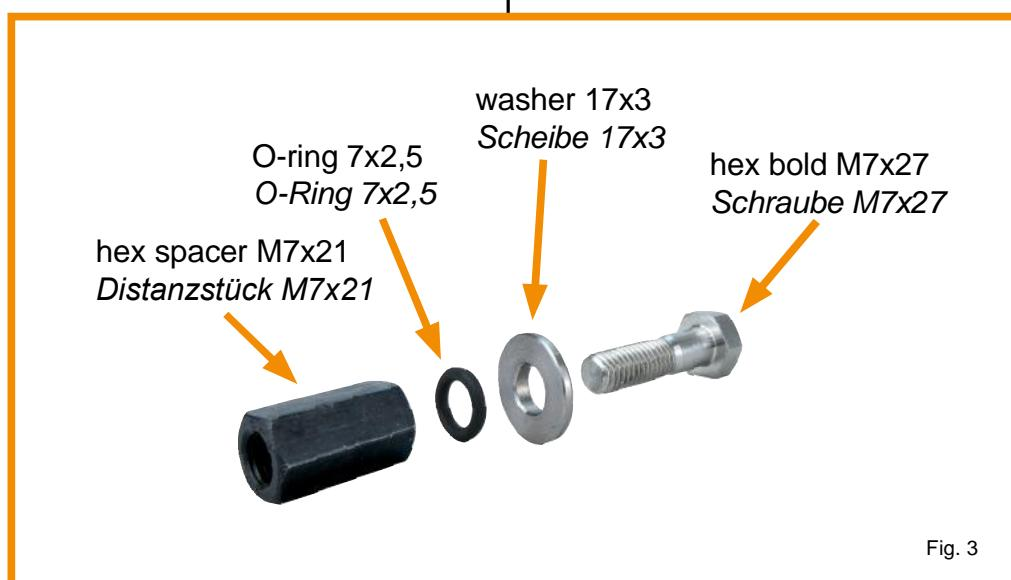

Fig. 3
- The valve covers are bolted to the cylinder head using two special M7x27 hex bolts with shank as seen in the picture (Fig.3).
- Die Befestigung der Deckel am Motor erfolgt mittels der speziellen M7x27 Schrauben, die wie in der Abbildung (Fig.3) gezeigt, verwendet werden müssen.